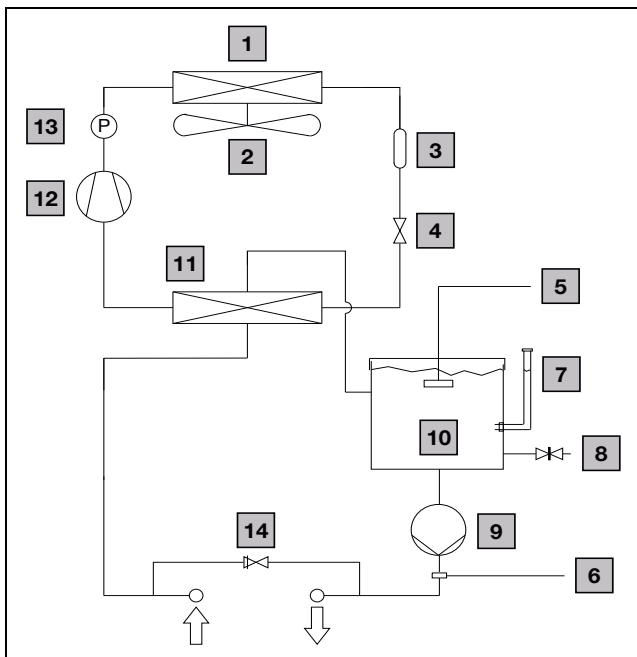

Imagen 3: Circuito del medio refrigerante (SK 33359x0)
La chiller se compone de cuatro componentes básicos (imagen 3):
En el siguiente circuito el medio refrigerante es transportado a través del depósito (pos. 10) y la bomba (pos. 9) hasta los consumidores. Un control de temperatura del evaporador (pos. 12) garantiza la protección contra congelación en caso de bajo caudal. El sensor de nivel (pos. 5) alerta en caso de nivel insuficiente en el depósito del medio refrigerante. El sensor térmico (pos. 6) en la salida del agua regula la temperatura de entrada del medio refrigerante (agua o bien mezcla de agua y glicol). En la imagen 3 encontrará un esquema de funcionamiento del circuito del medio refrigerante.